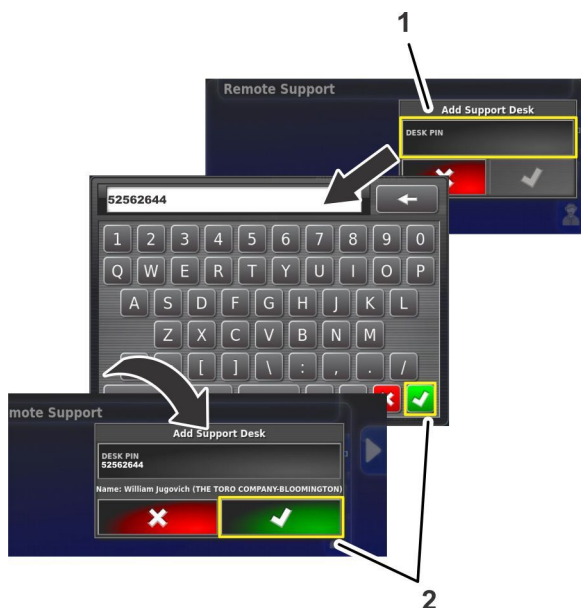

Figura 213
4. Pulse el icono PIN SOPORTE (Figura 213).
5. Utilice el teclado en pantalla para escribir el código PIN que anotó en el paso 1, y pulse el icono Confirmar (Figura 213).
6. En la pantalla Añadir soporte técnico, pulse el icono Confirmar (Figura 213).